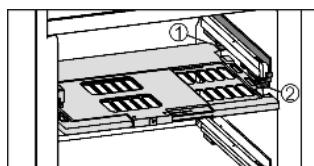

Fig. 21
- ▶ Установка пластины регулировки влажности: попречные ребра крышки на пластине вставить через низ в задний держатель Fig. 21 (1) и защелкнуть спереди на держателе Fig. 21 (2).